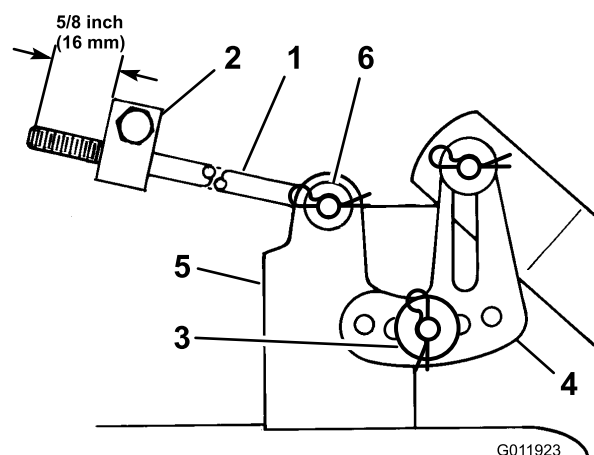

Figura 9
8. Compruebe que ambas varillas sobresalen 5/8 pulgada (16 mm) más allá del bloque de ajuste (Figura 9).
9. Deslice el extremo de la varilla larga a través del agujero del soporte del cortacésped (Figura 9).
10. Instale la arandela fina y el pasador para fijar la varilla en su sitio (Figura 9).
11. Monte el soporte de nivelación ranurado del cortacésped sobre el pasador de montaje del cortacésped (Figura 9).
12. Instale la arandela gruesa y el pasador para fijar el cortacésped (Figura 9).